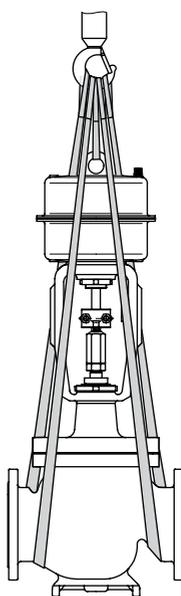

Fig. 4: Pontos de elevação na válvula de controlo (exemplo)
- Certifique-se de que a linga adicional entre o olhal de elevação, perno de olhal ou gancho de elevação giratório e o equipamento de fixação (gancho, manilha, etc.) não suporta carga ao levantar válvulas de controlo maiores do que DN 150 com o atuador já montado. A linga só protege a válvula de controlo da inclinação enquanto estiver a ser levantada. Antes de levantar a válvula de controlo, aperte a linga. As lingas colocadas no corpo da válvula devem suportar toda a carga (ver Fig. 4).